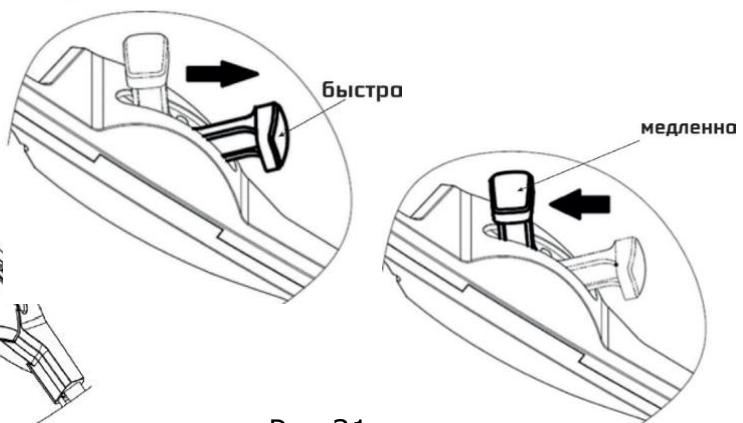

Рис.21.
1. Переместите рычаг дроссельной заслонки в положение “медленно”. Рис.21.